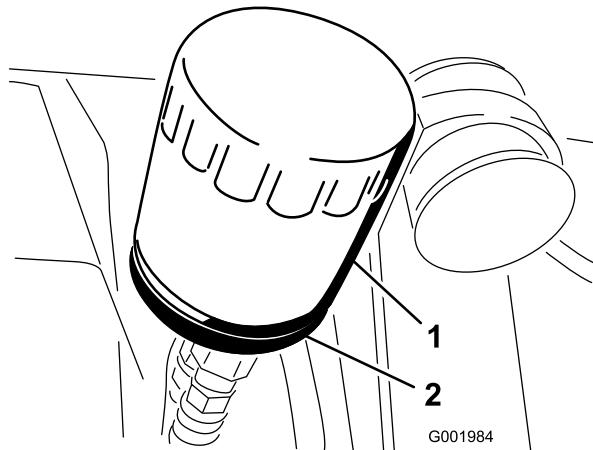

Figura 52
2. Retire el filtro de aceite (Figura 52).
5. Instale el filtro de aceite nuevo en el adaptador del filtro. Gire el filtro en el sentido de las agujas del reloj hasta que la junta de goma entre en contacto con el adaptador del filtro, luego apriete el filtro 1/2 de vuelta más (Figura 52).